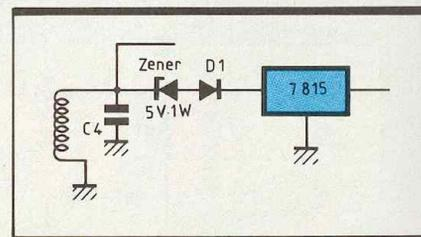

Fig. 7 Alimentation.
- insérer une diode zéner d'environ 5 V/11 V en série avec la diode  $D_1$ , ce qui limitera la tension crête à une valeur acceptable (voir fig. 7).